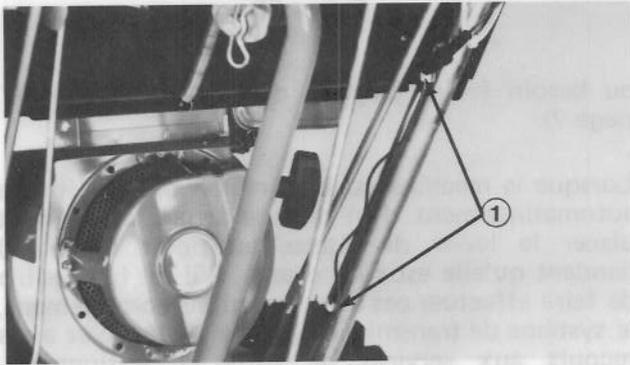

Figure 15
5. Fixez le fil au mancheron en utilisant les dispositifs de retenue (Fig. 15).